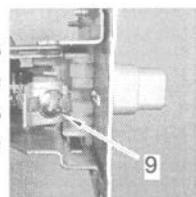

Fig. 2
1. Accommoder le minimum de gaz en utilisant la vis (Fig.2, pos.9) et avec le curseur de puissance dans la position de minimum de façon à ce que les flammes soient approximativement la moitié de celles de la position de maximum.